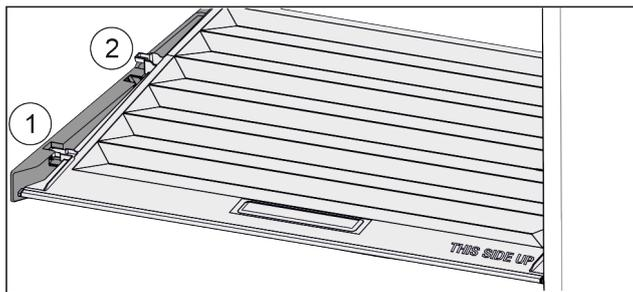

Fig. 108
- ▶ Pokrov povlecite naprej Fig. 108 (1) do odprtine v držalnih delih.
- ▶ Zadaj ga od spodaj dvignite in odstranite Fig. 108 (2) navzgor.